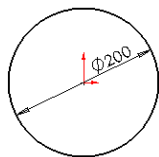
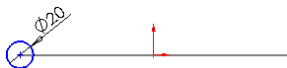

图 4-36 标注的草图
图 4-37 标注的草图
**03** 标注尺寸。在菜单栏中选择“工具”→“标注尺寸”→“智能尺寸”命令，或者单击“尺寸/几何关系”工具栏中的“智能尺寸”图标按钮，标注上一步绘制圆的直径。结果如图 4-36 所示，然后退出草图绘制状态。
**06** 标注尺寸。单击“尺寸/几何关系”工具栏中的“智能尺寸”图标按钮，标注绘制圆的直径，结果如图 4-37 所示，然后退出草图绘制状态。
**07** 扫描实体。在菜单栏中选择“插入”→“凸台/基体”→“扫描”命令，或者单击“特征”工具栏中的“扫描”图标按钮，此时系统弹出“扫描”属性管理器。在“轮廓”一栏中，选择图 4-37 中绘制的圆；在“路径”一栏，选择图 4-36 绘制的圆。单击属性管理器中的“确定”图标按钮.